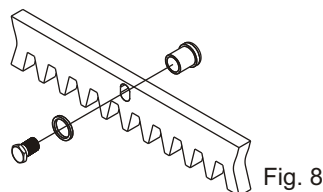

Fig. 8
6.2. Fijar a cada elemento de cremallera los distanciadores del soporte mediante los correspondientes tornillos de bloqueo, teniendo cuidado de posicionarlos en la parte superior del agujero (Fig. 8);